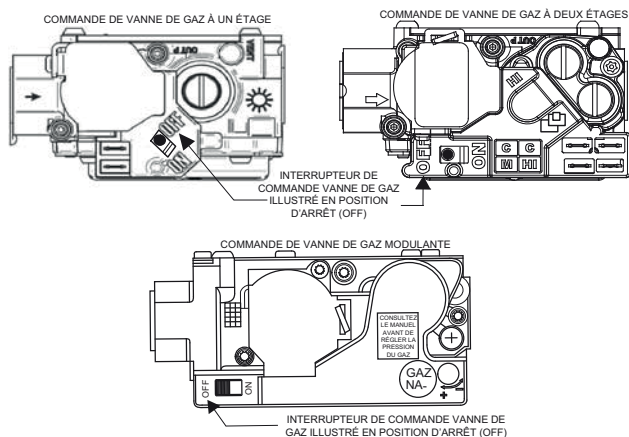

Figure 11 – Interrupteur de commande en position d'arrêt (OFF)
5. Réglez l'interrupteur de la commande de gaz à la position d'arrêt (OFF) et patientez cinq minutes. Consultez la figure 11. Reniflez tout autour de l'appareil, y compris près du plancher. Si vous sentez une odeur de gaz, ARRÊTEZ! Suivez l'étape B sur l'étiquette de la chaudière. Si vous ne détectez aucune odeur de gaz, passez à la prochaine étape.
5. Réglez l'interrupteur de la commande de gaz à la position d'arrêt (OFF). Consultez la figure 11.